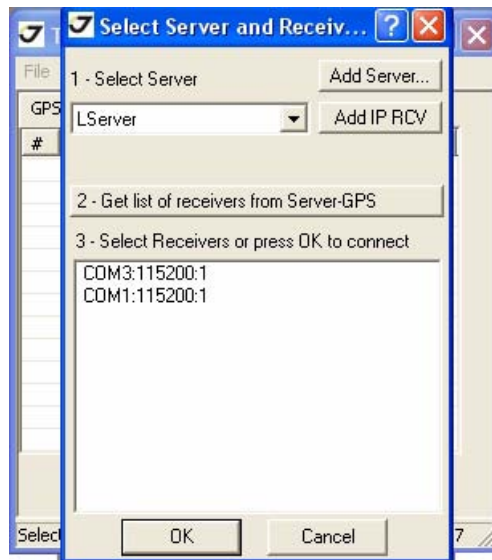

Рисунок 5-12. Параметры соединения
2. Запустите TriVU. Выберите порт (COM) и нажмите Ok (Рисунок 5-12).